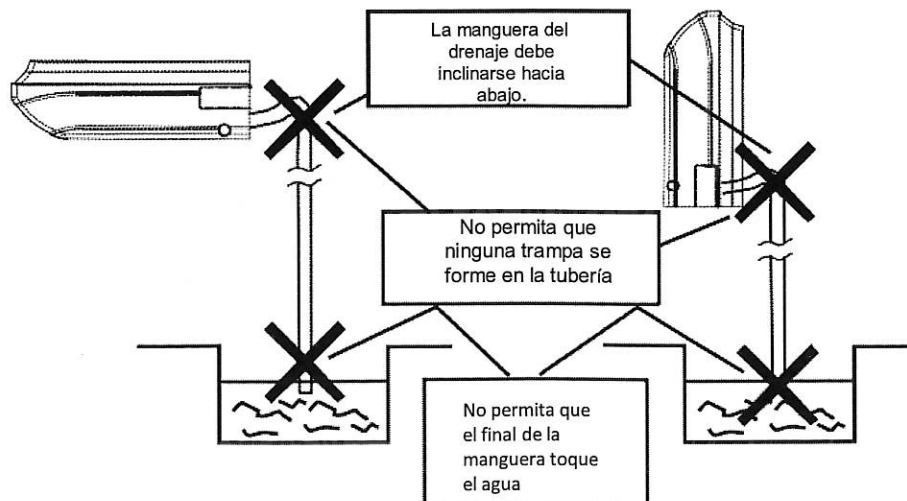

Fig.20
- (4) Conecte la manguera del drenaje.(Fig.20)